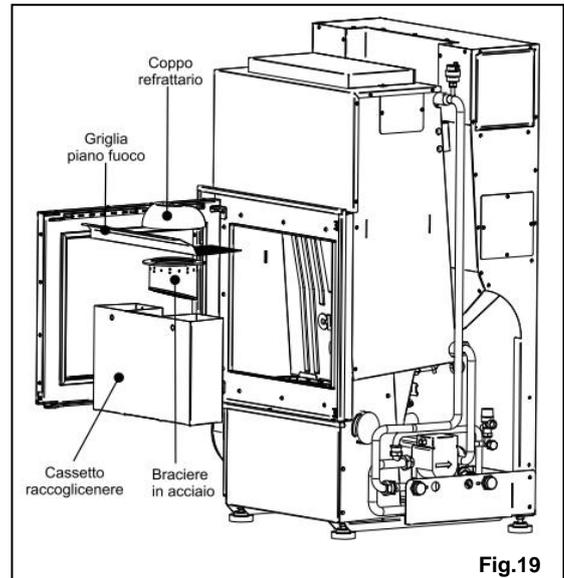

Fig.19
Eliminare le incrostazioni che causano l'ostruzione dei fori (Fig.19).
**COME AGIRE:** Estrarre in sequenza il coppo in refrattario, la griglia e il braciere (Fig.19).